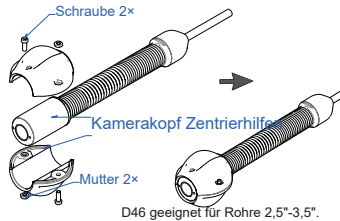

Abbildung 9. Zentrierhilfe 46 montieren
a. Zentrierhilfe 46 montieren. (Abbildung 9.)